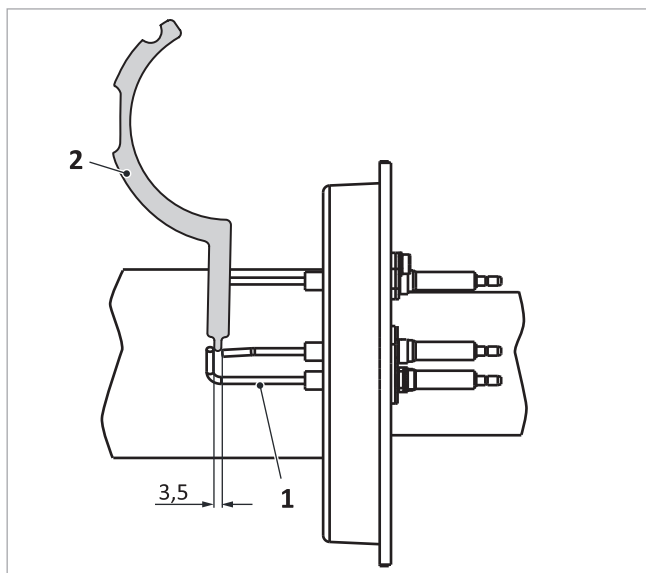

Fig. 143: Distancia entre electrodo a tierra y el electrodo de encendido
1. Compruebe la distancia entre los electrodos de ionización con un calibre de electrodos → fig. 143 (2) y si es necesario dóblelos cuidadosamente para corregirla.
- Electrodos entre sí → fig. 143 (1): 3,5 mm